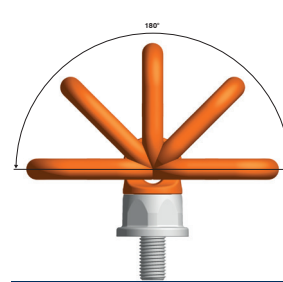
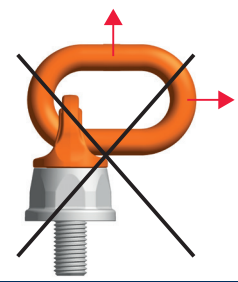

Bild 1: erlaubt
Bild 2: nicht erlaubt
Belastung: Tragfähigkeit lt. Prüfzeugnis bzw. Tragfähigkeitstabelle in den angegebenen Zugrichtungen – siehe Bild 1.
Sonstiges: Die Anschlagpunkte sind zwar kugelgelagert, aber um ein Verkleben des Ringes zu vermeiden wird empfohlen, den Ring vor der Belastung in die erlaubte, erforderliche Zugrichtung auszurichten (Bild 1). Dies gilt insbesondere beim Heben der Last mit Mehrstranggehängen. Bei nicht ausgerichtetem Ring (unerlaubte Belastung nach Bild 2) könnte sich der Ringhalter unter Last schlagartig ausdrehen, und es kommt zu erheblicher Gefahr für Last und Personen.
- Belastung darf nur in der vorgegebenen Richtung (siehe Bild 1) mit der Tragfähigkeit lt. Tabelle erfolgen.
- Zugrichtung nicht im vorgegebenen Bereich lt. Bild 1 liegt.